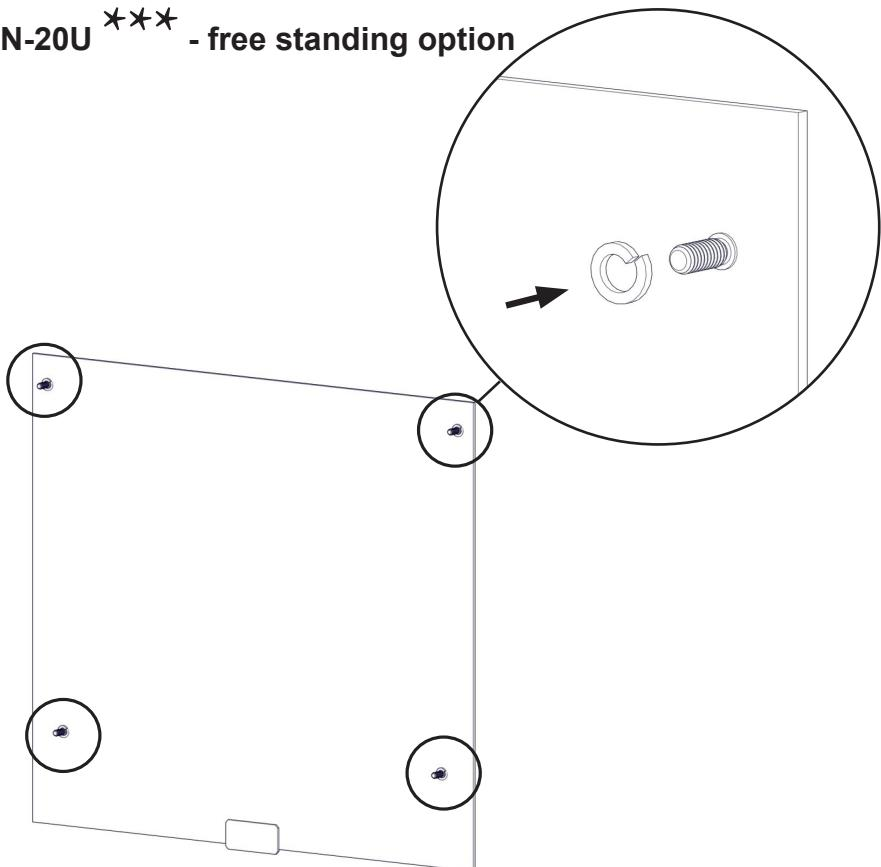

**FIG 15a**
**Nordpeis Box N-20U \*\*\* → FIG 15a**